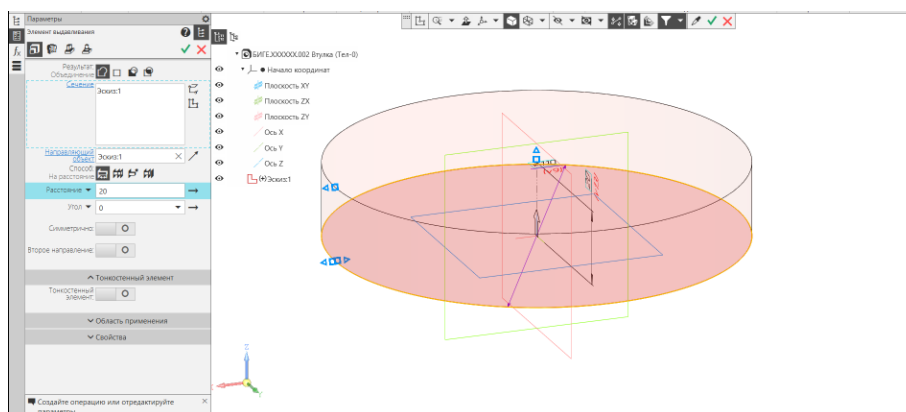

Рис. 14 Команда «Элемент выдавливания»
- **Твердотельное моделирование – Элементы тела – Элемент выдавливания.** Параметры выдавливания: результат операции – объединение; направляющий объект – Эскиз 1 (окружность); способ – на расстояние 20 мм (рис. 14).